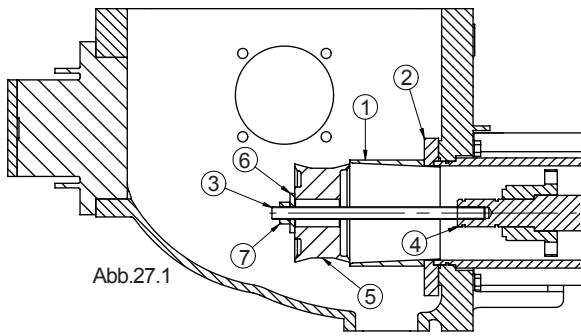
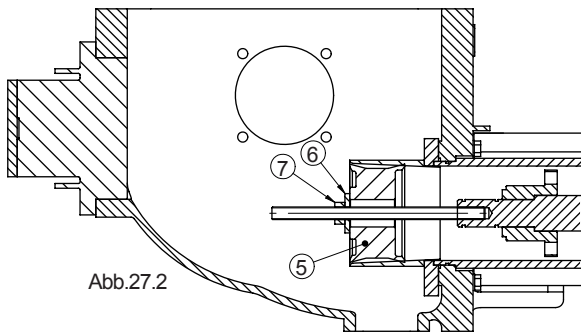
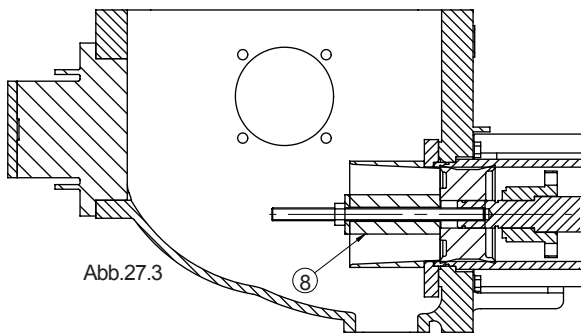

Abb.27.1
Abb.27.2
Abb.27.3
- Die Zentrierhülse (Abb.27.1 Pos.1) in die Aufnahme der Verschleißplatte (Abb.27.1 Pos.2) einsetzen.
- Die Verstrebung (Abb.27.1 Pos.3) an der Welle (Abb.27.1 Pos.4) einschrauben, den Kolben an der Öffnung der Zentrierhülse (Abb.27.1 Pos.5) einsetzen, die Unterlegscheibe (Abb.27.1 Pos.6) einlegen und mit dem Zugschrauben der Mutter (Abb.27.2 Pos.7) beginnen, bis der Kolben vollständig in der Hülse (Abb.27.2 Pos.5) eingetreten ist.
- Die Mutter (Abb.27.2 Pos.7) lösen, die Unterlegscheibe (Abb.27.2 Pos.6) herausnehmen und die Verlängerung (Abb.27.3 Pos.8) hinzufügen, danach das Zugschrauben wiederholen und den Kolben bis zum Anschlag hineindrücken.